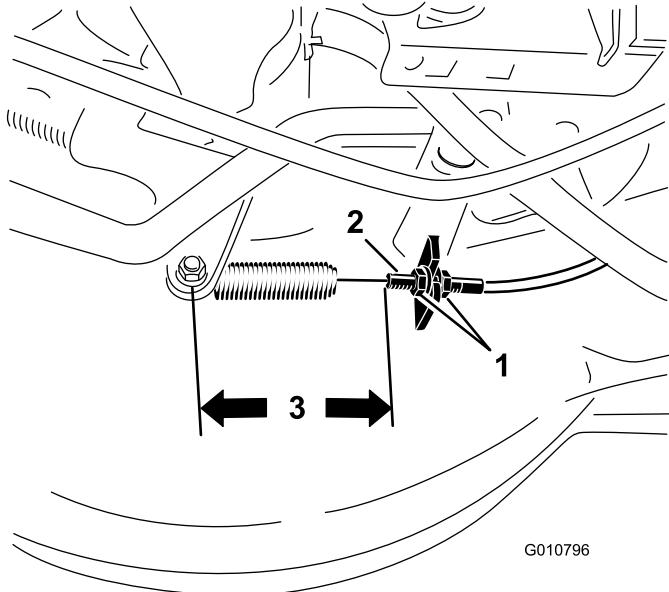

Figura 26
4. Allentate i dadi del cavo del freno della lama finché la guaina del cavo del freno non scorre (Figura 26).
Nota: La distanza tra l'estremità della guaina del cavo del freno e il bullone al quale è agganciata la molla dovrebbe essere di 11,4 cm. Vedere Figura 26.